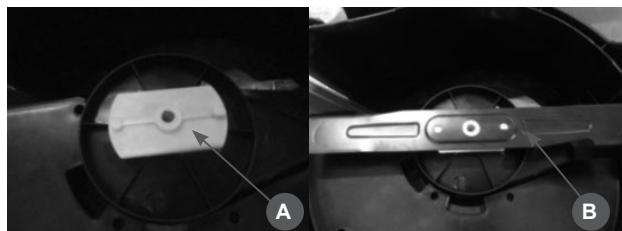

Рис.4
- Установите адаптер ножа (A) на вал газонокосилки Рис.4.
- Установите нож (B) на адаптер Рис.4.